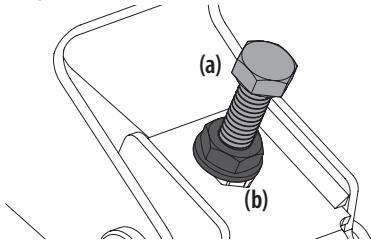

Figure 32
- Les écrous de réglage (a) sont placés sur chaque côté de la tondeuse. Voir Figure 32.
- Desserrez les contre-écrous (b), mais ne les enlevez pas. Serrez ou desserrez le boulon droit ou celui de gauche, selon le besoin, jusqu'à ce que la hauteur des deux côtés est égale. Voir Figure 32.
- Une fois le réglage approprié effectué, serrez les écrous supérieurs (b) à couple de 77 N m (57 pi-lb). Voir Figure 32.